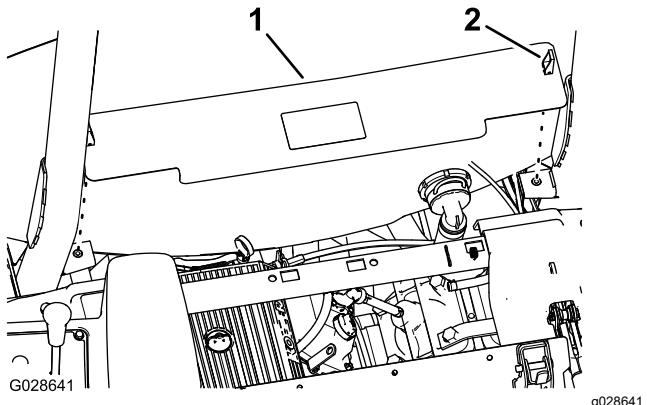

Bild 13
2. Lösen Sie die 2 Riegel, mit denen die Schutzvorrichtung hinter dem Sitz am Chassis befestigt ist, und nehmen Sie die Schutzvorrichtung von der Maschine ab (Bild 13).